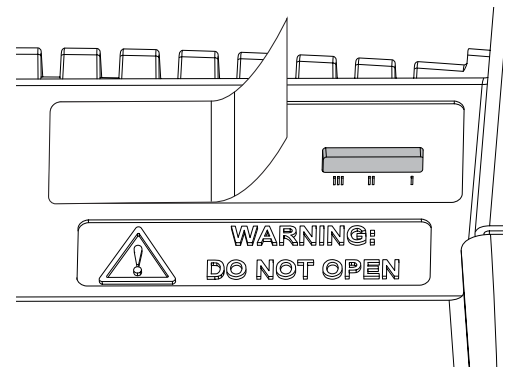

Abbildung 8. Bringen Sie das Ersatzetikett in der dafür vorgesehenen Nut an.
11. Verwenden Sie Schutzhandschuhe, damit der Klebstoff auf dem neuen und nicht verwendeten Ersatzetikett erhalten bleibt. Bringen Sie das neue und bisher nicht verwendete Ersatzetikett in der Nut an, wie in Abbildung 8 dargestellt.